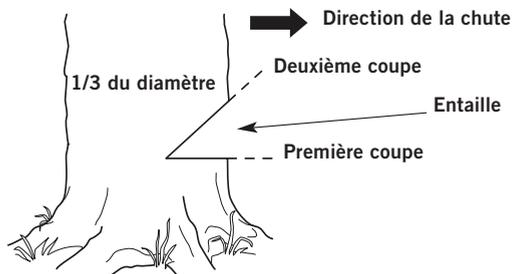

Fig. 11
1. Faites une coupe horizontale dans le corps de l'arbre (Fig. 11). La coupe devrait avoir environ le 1/3 du diamètre de l'arbre et être près du sol. Pour empêcher la barre de guidage d'être pincée par le poids du bois, faites toujours cette coupe d'abord.
2. Faites une coupe à 45° dans le corps de l'arbre, au-dessus de la première coupe (Fig.11). Continuez la coupe jusqu'à ce que les deux coupes se rejoignent.